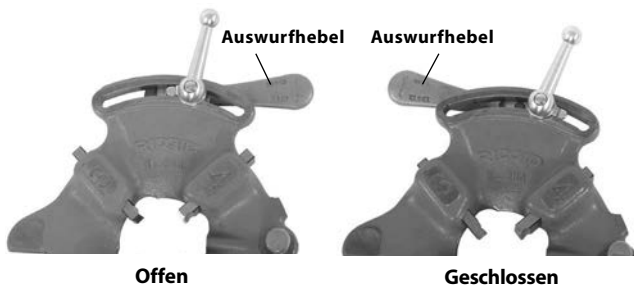

Abbildung 5 – Hebelstellung Offen/Geschlossen
2. Bringen Sie den Auswurfhebel in die Stellung OPEN (Offen) (Abbildung 5).